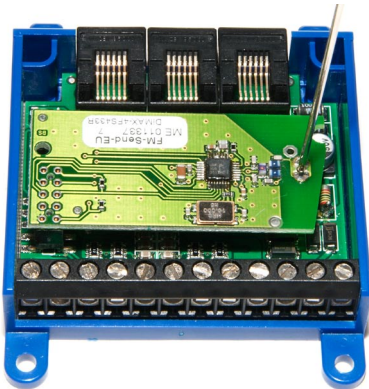

Abbildung 1: Einbau des Rückmeldesenders
- Öffnen sie das Rückmeldemodul mit den 4 Schrauben im Boden und nehmen sie den Deckel ab. Stecken sie den Funksender wie in Abbildung 1 auf die 10-polige Stiftableiste. Die Antennenhülse wird gleichzeitig rechts in die Kunststoffhülse gesteckt.